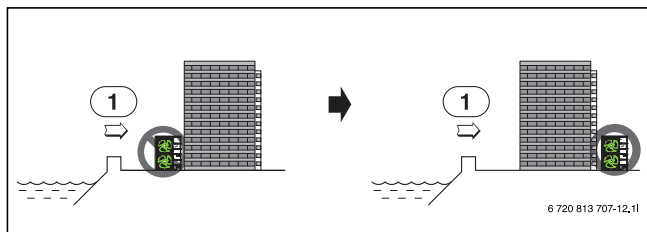

Bild 13
- ▶ Ställ uteenheten på andra sidan av väggar som vetter mot havet (→ Bild 13).